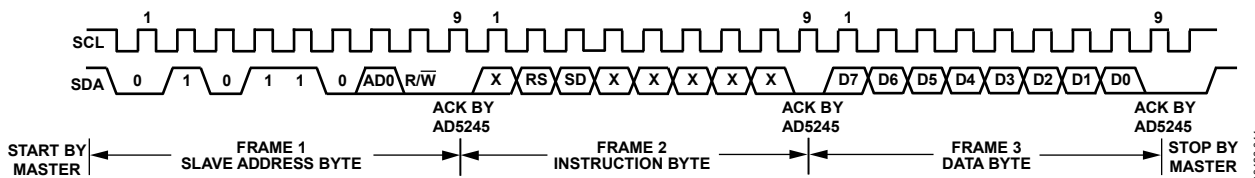
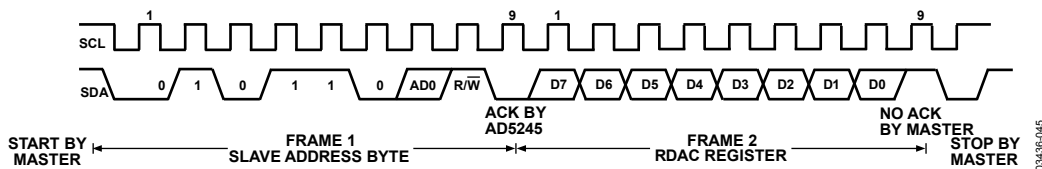

図45. RDAC レジスタへの書き込み
図46. 書き込みモードで選択済みの RDAC レジスタからのデータの読み出し
1. マスターはスタート条件を設定してデータ転送を開始します。このスタート条件は、SCLがハイ・レベルの間にSDAラインがハイ・レベルからロー・レベルへ変化することと定義されます(図 45参照)。次のバイトはスレーブ・アドレス・バイトで、7 ビットのスレーブ・アドレス、それに続くR/Wビットから構成されます。R/Wビットは、スレーブ・デバイスに対するデータの読み出し/書き込みを指定します。AD5245には設定可能なアドレス・ビットAD0があります(表 8)。
3. 命令バイトをアクノリッジした後の、書き込みモードの最後のバイトはデータ・バイトになります。データは、9個のクロック・パルスで8ビットのデータとそれに続くアクノリッジ・ビットの順にシリアル・バス上を伝送します。SDAラインはSCLのロー・レベル区間で変化して、SCLのハイ・レベル区間で安定に維持されている必要があります(図 45参照)。
4. 読み出しモードでは、データ・バイトがスレーブ・アドレス・バイトのアクノリッジメントの直後に続きます。データは、9個のクロック・パルスでシリアル・バス上を伝送します(8ビットのデータの後ろにアクノリッジ・ビットが続く書き込みモードとは少し違います)。同様に、SDAラインはSCLのロー・レベル区間で変化して、SCLのハイ・レベル区間で安定に維持されている必要があります(図 46参照)。
5. 全データ・ビットの読み出しまたは書き込みが終わると、マスターによりストップ条件が設定されます。ストップ条件は、SCLのハイ・レベル中にSDAラインがロー・レベルからハイ・レベルへ変化することとして定義されます。書き込みモードでは、マスターが10番目のクロック・パルスでSDAラインをハイ・レベルにして、ストップ条件を設定します(図 45)。読み出しモードでは、マスターは9番目のクロック・パルスでアクノリッジを発行しません(SDAラインがハイ・レベルを維持)。その後、マスターはSDAラインをロー・レベルにして、10番目のクロック・パルスがハイ・レベルになるときストップ条件を設定します(図 46)。